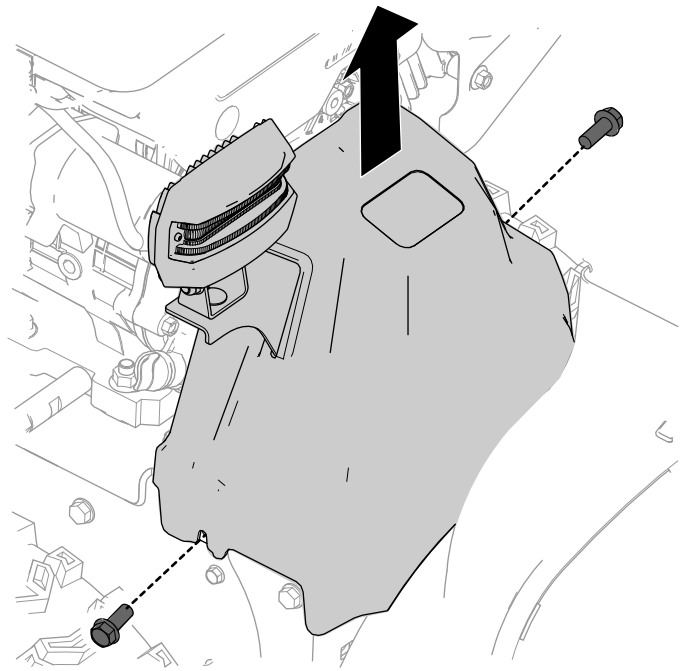

Bild 6
1. Entfernen Sie auf der Vorderseite der Maschine die beiden Schrauben ($\frac{1}{4}" \times \frac{5}{8}"$), mit denen die Riemenabdeckung an der Maschine befestigt ist (Bild 6).
3. Entfernen Sie die Riemenabdeckung (Bild 6).